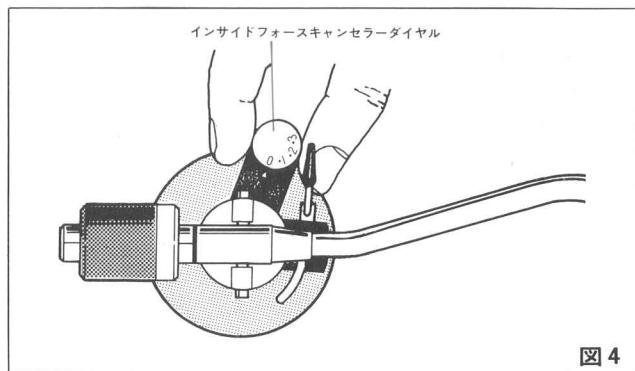

図4
- ①針先の保護のため針圧調整終了までカートリッジの針カバーは上げないでおきます。
- ②インサイドフォースキャンセラーダイヤルを“0”にします。(図4)